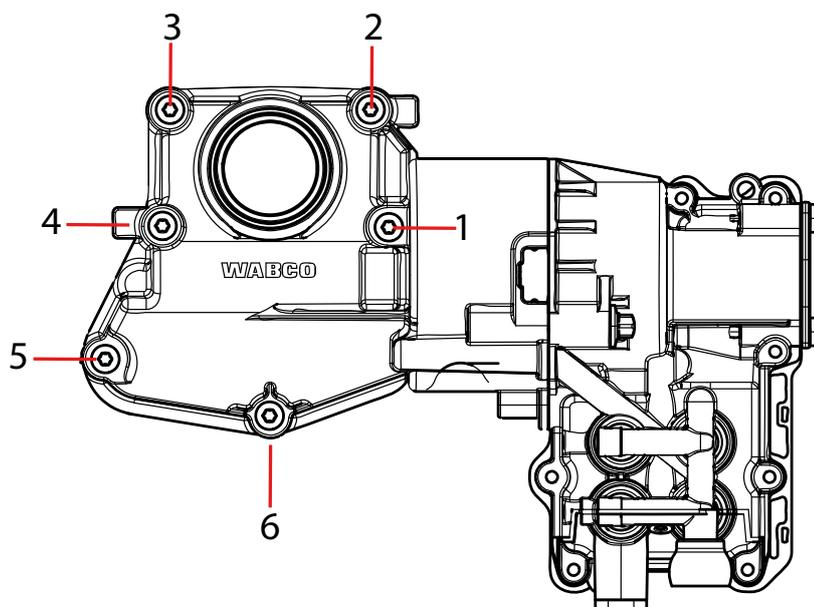

Fig. 3 Tornillos a aflojar y retirar en cualquier orden
5. Afloje y retire los seis tornillos M8 de Torx exterior del aparato véase "Fig. 3 Tornillos a aflojar y retirar en cualquier orden".